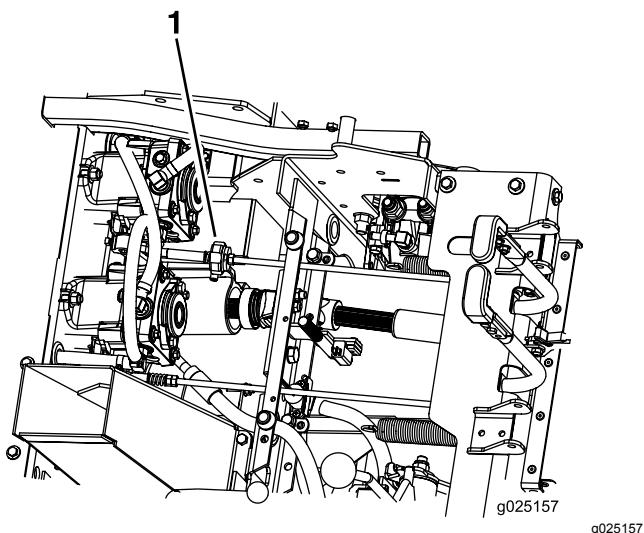

Figura 41
6. Asegúrese de que la máquina no se desplaza en punto muerto con el freno de estacionamiento quitado (Figura 41).